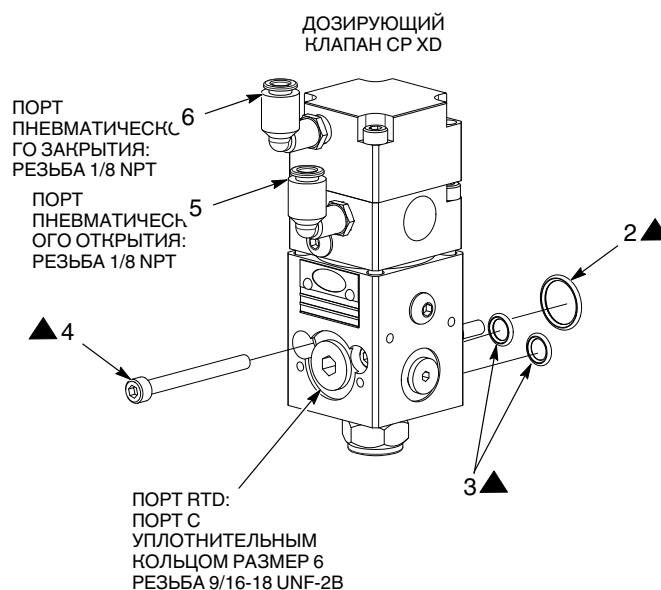

Рис. 3 Монтаж
1. **Стандартный дозирующий клапан CP:** См. рис. 3. Нанести на уплотнительные кольца (2, 3, 7) смазку Mobil SHC 100 и поставить их на регулятор CP.